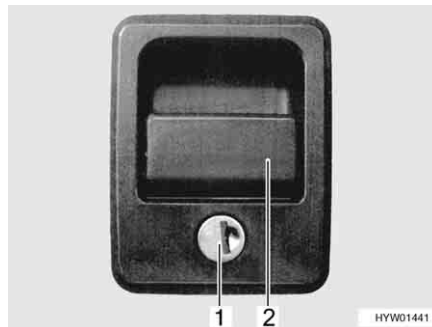

Fig. 45 Serratura dello sportello con impugnatura
- Inserire la chiave nel cilindro della serratura (Fig. 45,1) e ruotare di un quarto di giro. La serratura dello sportello è sbloccata.
- Tirare la maniglia della serratura (Fig. 45,2). In questo modo si apre lo sportello esterno.